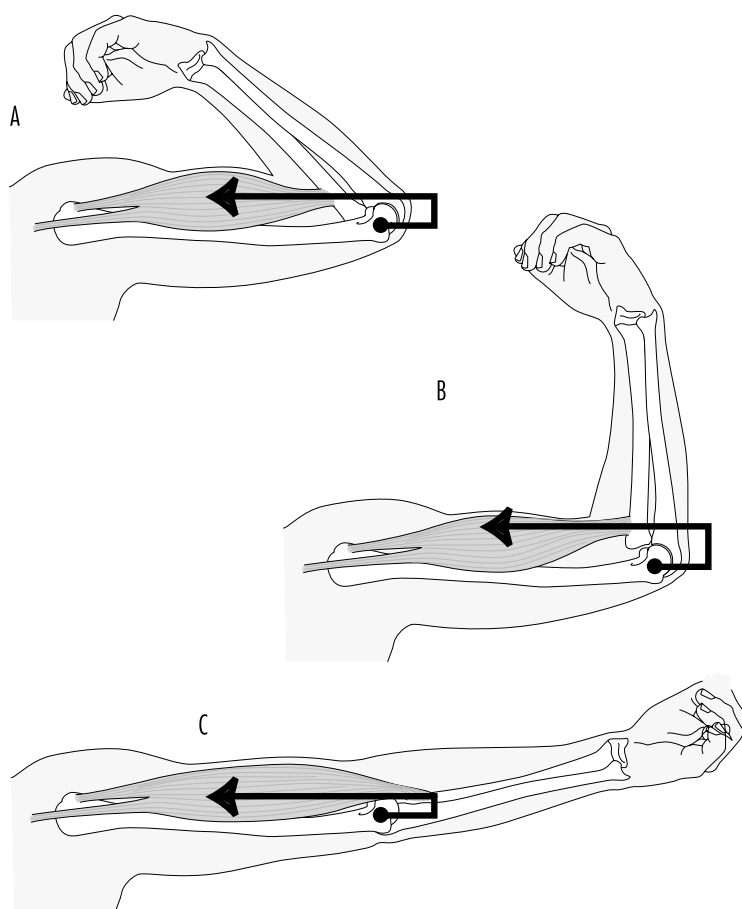

Imagen 2. La mayor ventaja mecánica se obtiene en la posición B.
- La eficiencia de los músculos es mayor cuando el par de músculos se encuentran en equilibrio relajado, en este caso se obtiene mayor ventaja mecánica (ver imagen 2).
² Imagen 2. Mager J., McCann M., Warshaw L., Braban C., Finklea J., Coppée G., Hunt V., Kraus R., Messite J., Sauter S., Spiegel J., Soskolne C., Terracini B., Laurig W., Myers M. (1998). *Enciclopedia de salud y seguridad en el trabajo*. Ministerio de Trabajo y Asuntos Sociales. Subdirección General de Publicaciones. Madrid. P. 29. 36. Recuperado de <https://bit.ly/3g3m6k1>